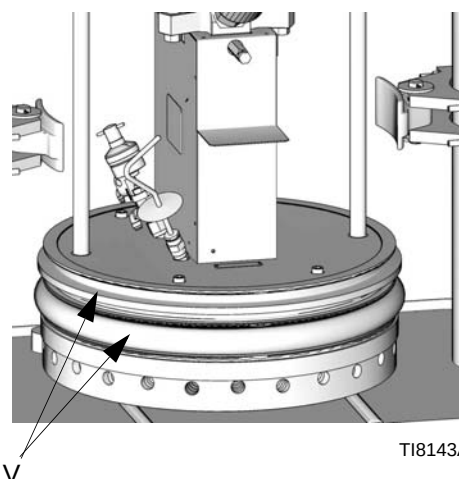

FIG. 22: Joints racleurs
1. Pour remplacer un joint racleur usé ou endommagé (V), lever le plateau pour le sortir du fût. Veiller à respecter tous les avertissements et les mises en garde. Observer les étapes 1 à 7 de la procédure **Changement de fût**, page 36. Voir le manuel d'instructions 309196 où figurent des instructions sur le remplacement des joints racleurs en T. Voir FIG. 22: